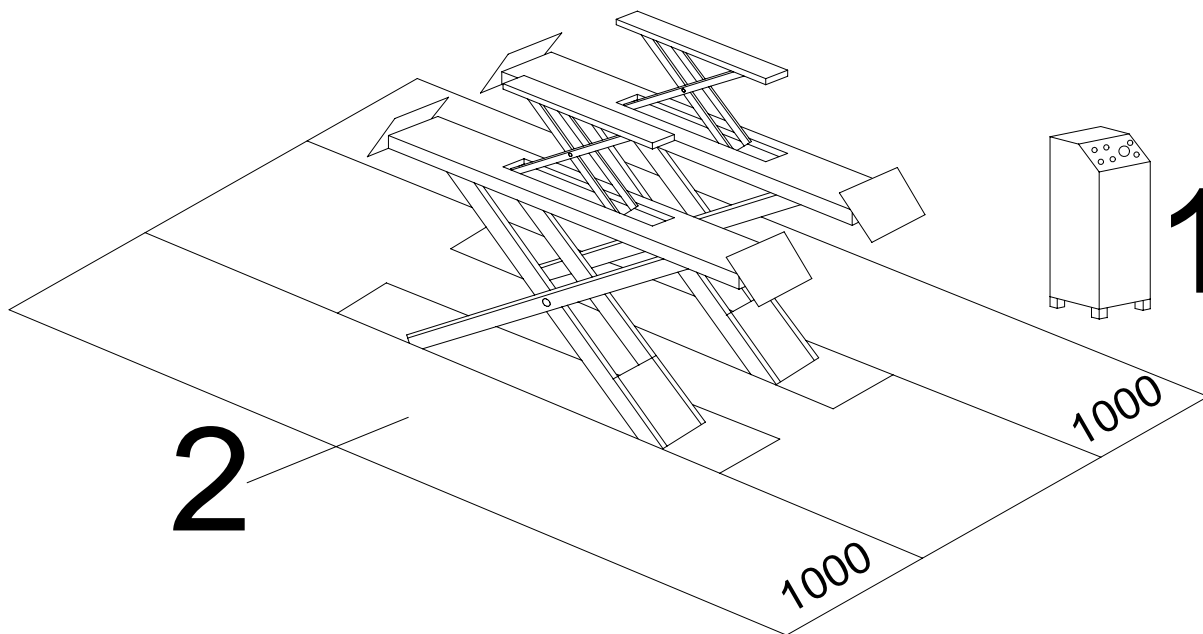

Fig.5
De veiligheidszone (Fig.5) wordt gedeeltelijk bepaald door het te heffen voertuig.
Tijdens stijg- en daalbewegingen moet de bediener zich buiten de veiligheidszone (1) bevinden, zoals aangegeven in Fig.5. De aanwezigheid van personen in de veiligheidszone (2) is ten strengste verboden.